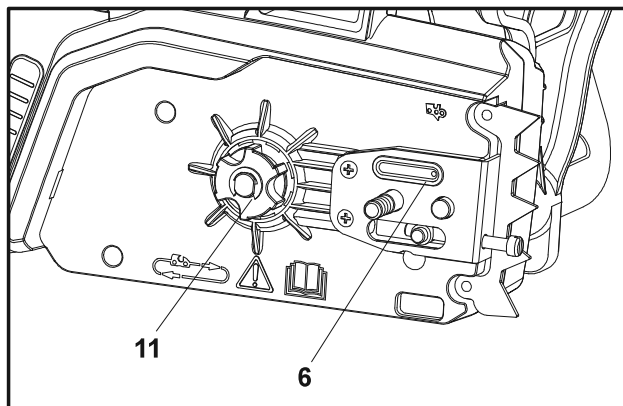

Fig. 36
1. La espada (13) y la cadena (12) se desmontan en el orden inverso del proceso de montaje.
2. Compruebe el puerto de lubricación (6) por si estuviera atascado, y límpielo si es necesario para garantizar una lubricación adecuada de la espada y la cadena durante el uso de la herramienta. Utilice un alambre blando lo suficientemente pequeño para poder insertarlo en el orificio de descarga de aceite (Fig. 36)